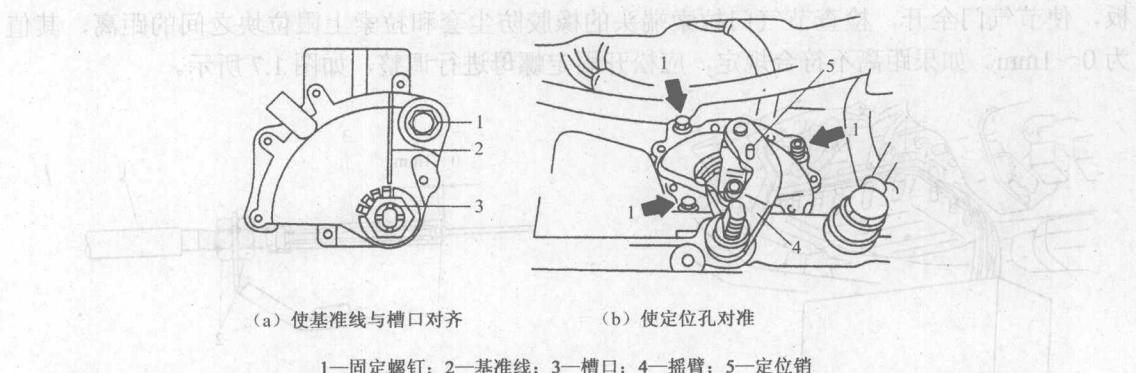

图 1.9 挡位开关的调整
④ 将换挡手柄靠向R挡位，连接并固定换挡手柄与手动阀摇臂之间的连杆。
⑤ 将换挡手柄移至各个挡位，检查挡位指示灯与换挡手柄的位置是否一致，P、N挡位时发动机能否起动。R挡位时倒挡灯是否点亮。有的自动变速器的挡位开关外壳上刻有一基准线，调整时应将基准线和手动阀摇臂轴上的槽口对齐。也有的自动变速器的挡位开关上有定位孔，调整时应使摇臂上的定位孔和挡位开关上的定位孔对准。挡位开关的调整如图1.9所示。